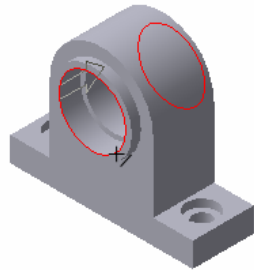

Рисунок 3.13 – Виділення зовнішнього ребра
13. Для полегшення установки підшипників, «знімемо» фаску в ребрах посадкових отворів. Виділіть зовнішнє ребро (окружність основи циліндра) в одного і іншого посадкових отворів, при цьому курсор повинен бути у вигляді хрестика з відрізком (рис. 3.13).